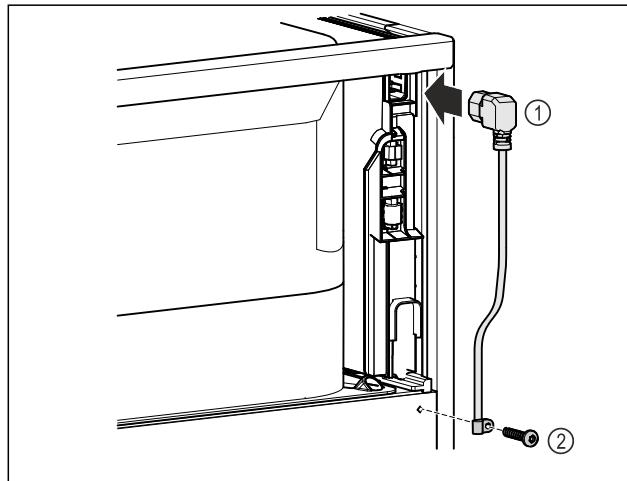

Fig. 8
► Включете буксата за свързване на уреди с ниска мощност на захранващия кабел Fig. 8 (1) от задната страна на уреда.
► Монтирайте кабелната муфа Fig. 8 (2)